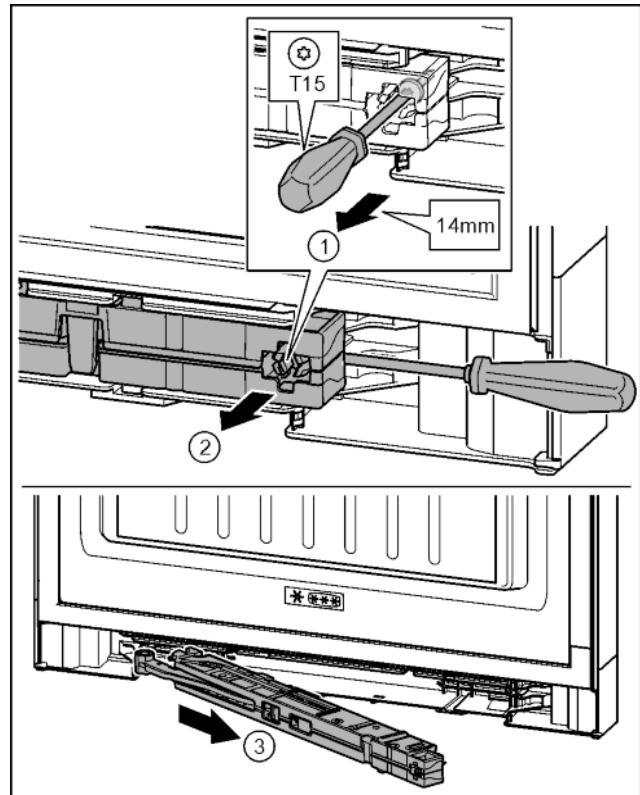

Fig. 21
- Odvijačem T15 otpustite vijak na jedinici prigušivača zatvaranja oko 14 mm. Fig. 21 (1)
- Odvijač gurnite na strani prianjanja iza jedinice prigušivača zatvaranja. Okrenite jedinicu prema naprijed. Fig. 21 (2)
- Izvucite jedinicu. Fig. 21 (3)